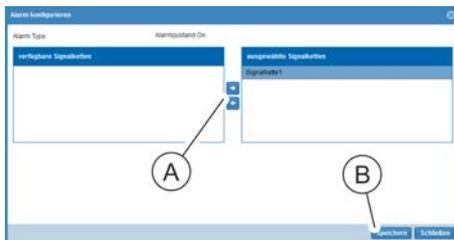

Abb. 199: Fenster "Alarm konfigurieren"
12. ➔ Im Fenster "Alarm konfigurieren" eine Signalkette auswählen und über die Schaltfläche „→“ (Abb. 199/Ⓐ) ins Feld „*ausgewählte Signalketten*“ schieben. Auswahl über die Schaltfläche „*Speichern*“ (Abb. 199/Ⓑ) bestätigen.
13. ➔ Konfiguration über die Schaltfläche „*Speichern*“ (Abb. 199/Ⓜ) übernehmen.